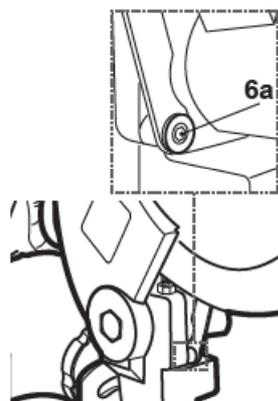

Fig. 39
- > Dévissez la vis [6a] du support [6] avec la clé hexagonale de 4 mm [29] (Fig. 39).